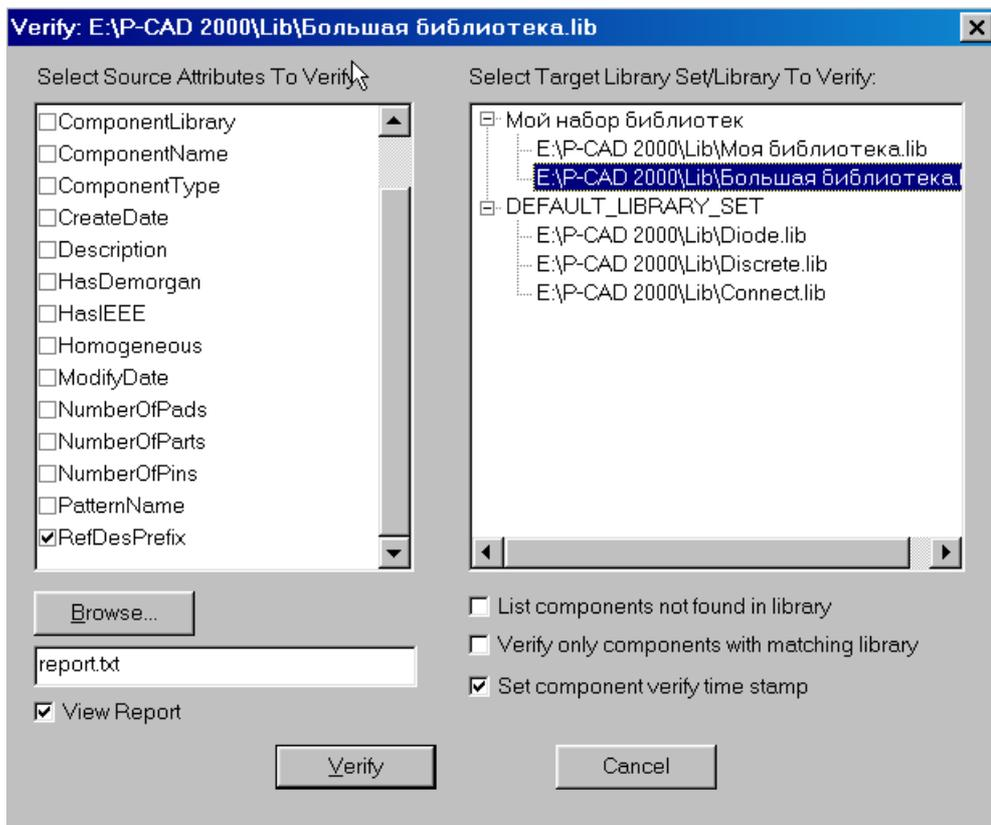

Рис. 8-11. Установка параметров проверки
- 2) Активизируйте команду **Table/Verify**. Появится окно **Verify** (рис. 8-11)
- 10) Установив все значения, как показано на рис. 8-11, нажмите кнопку **Verify** для запуска процесса проверки. В качестве примера на рис. 8-12 приведен фрагмент файла отчета.